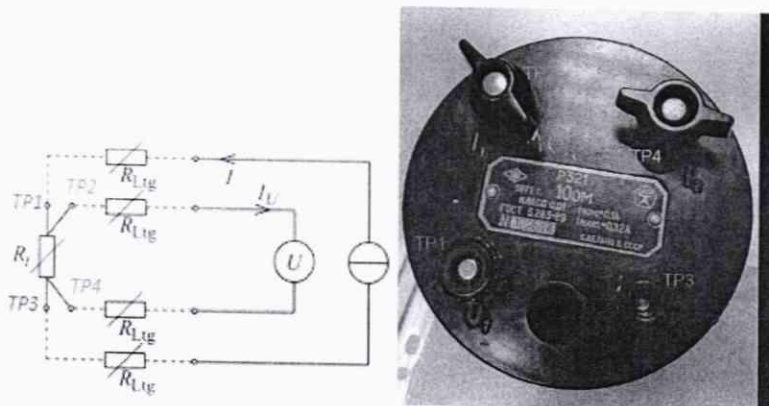

Рисунок 2 – Схема для проверки допускаемой относительной погрешности измерений электрического сопротивления по 4-х проводной схеме измерения
3. В настройках ПО выбрать соответствующее окно измерений и вид измерений (рис.2), активировать программно встроенный мультиметр;
2. В настройках ПО выбрать в соответствующем окне измерений, приведенном на рис.2, вид измерений; активировать программно встроенный мультиметр;